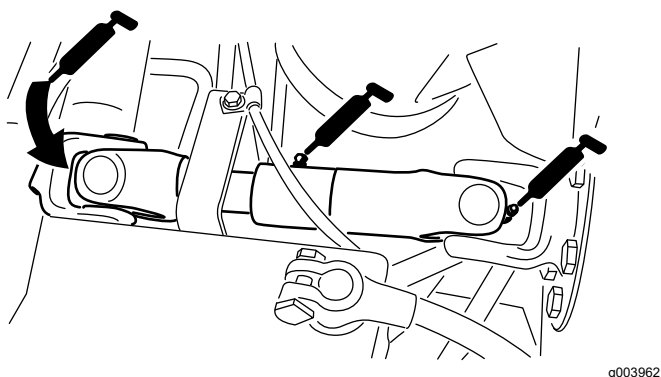

Figura 41
- Junta em U do veio propulsor da bomba (3) – Figura 41